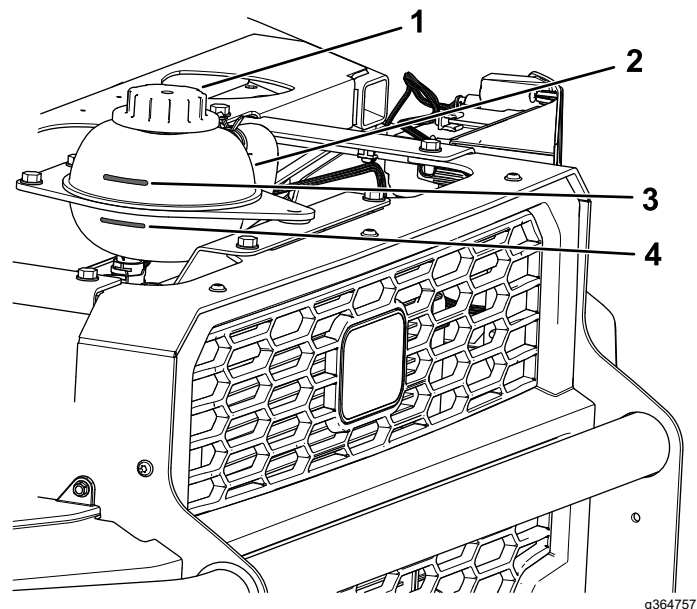

Figura 106
4. Compruebe el nivel de refrigerante del depósito de refrigerante (Figura 106).